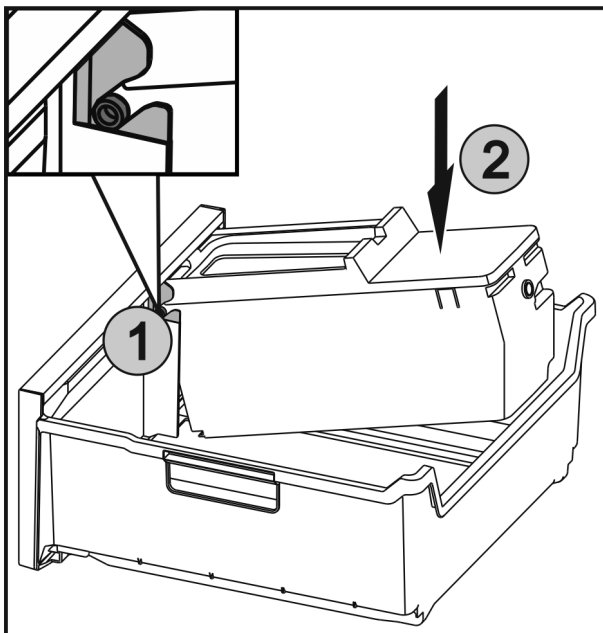

Fig. 40
- ▶ De assen Fig. 40 (1) van EasyTwist-Ice in de geleidingen schuiven en de achterste zijde Fig. 40 (2) erin drukken tot de lip vergrendelt.